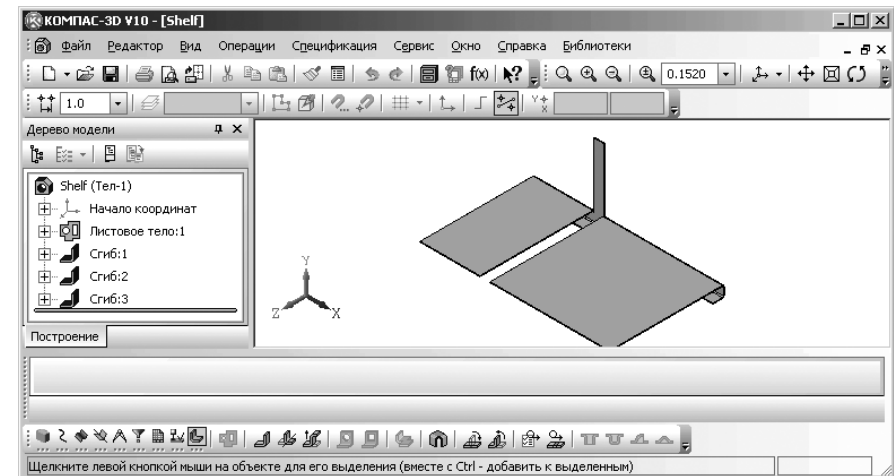

Рис. 7.37. Модель детали Shelf
- щелкните в диалоговом окне **Выберите файл для открытия** по кнопке **Открыть**. Появится модель детали **Shelf** (Полка) – рис. 7.37.